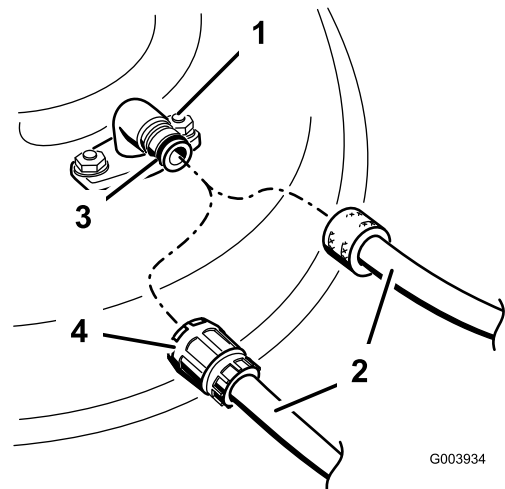

Figure 76
- Branchez le raccord du tuyau au raccord de lavage du plateau de coupe et ouvrez l'eau en grand (Figure 76).